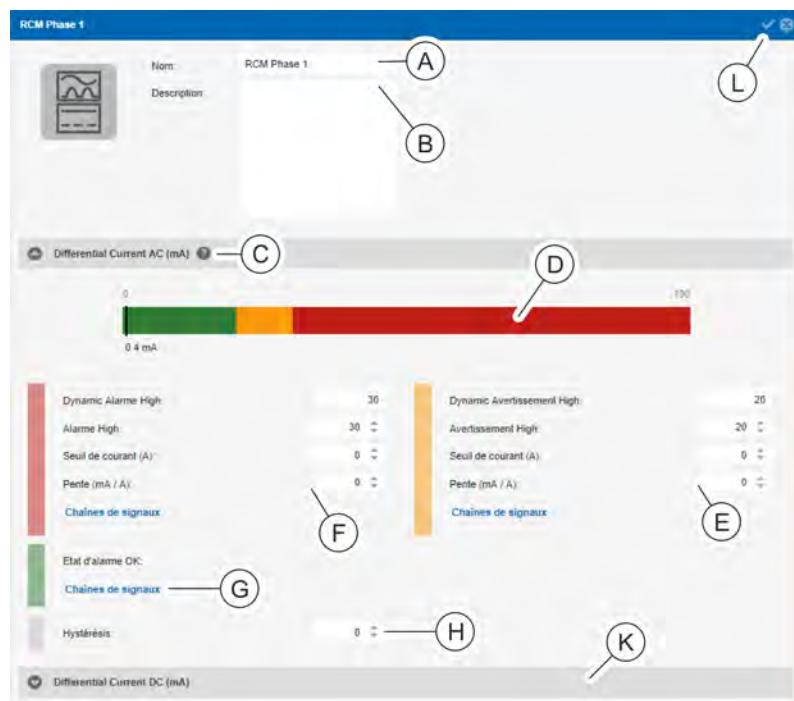

Fig. 127 : Affichage détaillé
4. ➤ Dans l'affichage détaillé, modifier si besoin la désignation du dispositif de mesure de courant différentiel (Fig. 127 /Ⓐ) et, si nécessaire, ajouter une description (Fig. 127 /Ⓑ).
5. ➤ Dans la zone « Differential Current AC (mA) », saisir une valeur pour « Alarme High », « Seuil de courant (A) » et « Pente (mA / A) » (Fig. 127 /Ⓕ).
8. ➤ Saisir une valeur pour « *Avertissement High* », « *Seuil de courant (A)* » et « *Pente (mA / A)* » dans la zone « *Differential Current AC (mA)* » (Fig. 127 /Ⓔ) et affecter une chaîne de signaux (de manière similaire aux étapes 5 et 6).
9. ➤ Si nécessaire, affecter une chaîne de signaux (de manière similaire aux étapes 5 à 7) au paramètre « *État d'alarme OK* » dans la zone « *Differential Current AC (mA)* » (Fig. 127 /Ⓓ).
10. ➤ Saisir une valeur pour « *Hystérosis* » dans la zone « *Differential Current AC (mA)* » (Fig. 127 /Ⓗ).
11. ➤ Répéter les étapes 5 à 10 pour la zone « *Differential Current DC (mA)* » (Fig. 127 /Ⓚ).
*Il n'est pas possible de régler « Seuil de courant » et « Pente » avec « Differential Current DC (mA) ». Les valeurs seuils pour la surveillance CC sont affichées en couleur (Fig. 127 /Ⓓ).*
12. ➤ Appuyer sur le bouton « *Enregistrer* » (Fig. 127 /Ⓛ) pour confirmer la sélection.
*Pour les valeurs de « Avertissement High » ou « Alarme High », « Seuil de courant (A) » et « Pente (mA / A) », il est possible de saisir une décimale. Utiliser un point comme séparateur pour la décimale.*
*Les valeurs « Dynamic Avertissement High » ou « Dynamic Alarme High » sont calculées automatiquement. Le point d'interrogation (Fig. 127 /Ⓓ) permet d'afficher un graphique avec une explication de la valeur seuil RCM dynamique (Fig. 18 ).*